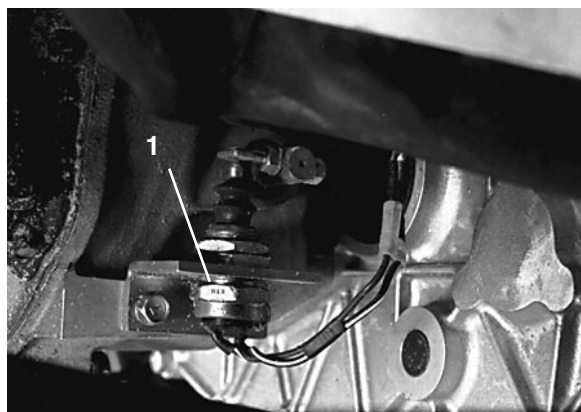

Bild 55
7. Prüfen Sie die Einstellung des Kupplungssicherheitsschalters erneut (Bild 55). Der Motor darf erst anlaufen, wenn der Abstand zwischen dem Kupplungspedal und dem Boden $2,9\text{ cm} \pm 6\text{ mm}$ beträgt. Lösen Sie ggf. die Klemmmuttern und verstellen Sie den Abstand nach oben oder unten.